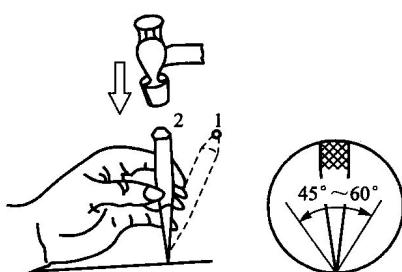

图 1-8 样冲及其使用
**样冲：**样冲是用来在工件表面上划出的线上打出样冲眼，以备所划的线模糊后，仍能找出原线的位置。样冲及其用法如图 1-8 所示。